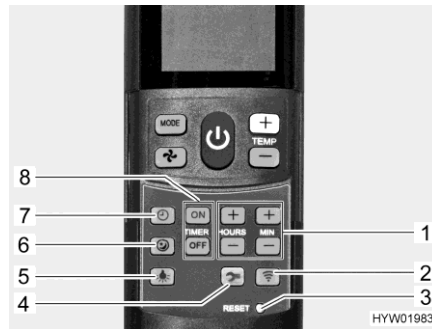

Fig. 117 Mando a distancia con teclas de ajuste (instalación de aire acondicionado)
- Pulsar la tecla Marcha suave (Fig. 117,6). Entonces, el ventilador funcionará a baja velocidad en el funcionamiento de refrigeración y, de esta manera, de modo particularmente silencioso.
- Pulsar la tecla Hora (Fig. 117,7).
- Ajustar las horas y los minutos con las teclas (Fig. 117,1).
- Pulsar la tecla "ON" (Fig. 117,8).
- Pulsar las teclas para el ajuste de la hora (Fig. 117,1) hasta que se haya alcanzado el lapso de tiempo hasta la conexión.
- Pulsar la tecla "OFF" (Fig. 117,8).
- Pulsar las teclas para el ajuste de la hora (Fig. 117,1) hasta que se haya alcanzado el lapso de tiempo hasta la desconexión.
- Volver a pulsar la tecla "ON" o la tecla "OFF" (Fig. 117,8).
- Pulsar la tecla Luz (Fig. 117,5). La iluminación será conectada con el nivel de atenuación ajustado más recientemente.
- Pulsar la tecla Luz (Fig. 117,5) y mantenerla pulsada hasta que se alcance la luminosidad deseada.
- Pulsar la tecla Luz (Fig. 117,5).
- ▷ La tecla Instalación (Fig. 117,4) se usa para conectar el mando a distancia con la instalación de aire acondicionado durante la primera puesta en funcionamiento.